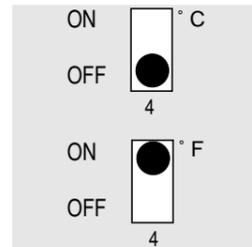

Fig. 4
- 4 visualizzazione temperatura (Fig. 4); OFF: visualizzazione in °C; ON: visualizzazione in °F;
- 4 temperature visualisation (Fig. 4); OFF: visualisation in °C; ON: visualisation in °F;